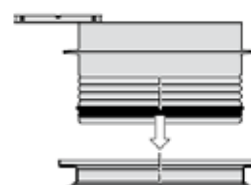

Fig. 12
14. Fortsæt med at fylde op rundt om skørtet med stabilgrus 0/8 iht. Tabel CE/3 op til underkanten af skørtets kabelrørs tilslutning (fig. 12).
15. Skal der installeres alarm til udskilleren bør dette udføres i udskæringen til kabelrør (fig. 12). Udskæringen er lavet til Ø50mm kabelrør. Udskæringen skal udføres med ACO PROTIGHT indeholdende en ydre gummiringstætning og en indv. ekspanderende tætning.
16. Bor bunden ud af det indre hul på Ø50 mm med en hulsav Ø 48 mm (fig.12)
17. Montere gummipakningen til kabelrøret og før kabelrøret igennem lige så langt som pakningen er dyb. (fig. 12). Den ekspanderende tætning monteres efter separat anvisning.